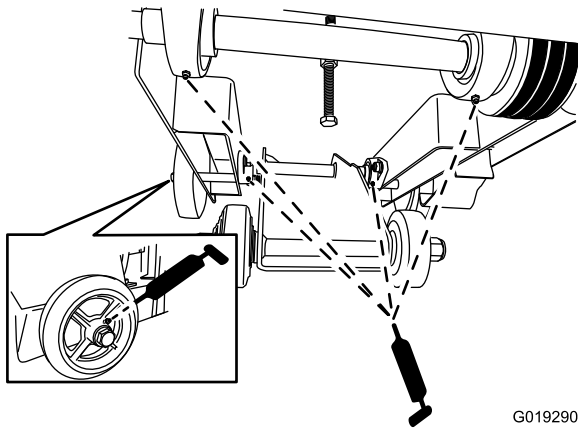

Figura 37
- B. En la parte delantera de la máquina, localice los engrasadores de los cojinetes de pivote y los cojinetes del eje, situados debajo de la base de la máquina (Figura 37).
- A. Localice los engrasadores de las ruedas traseras (Figura 37).